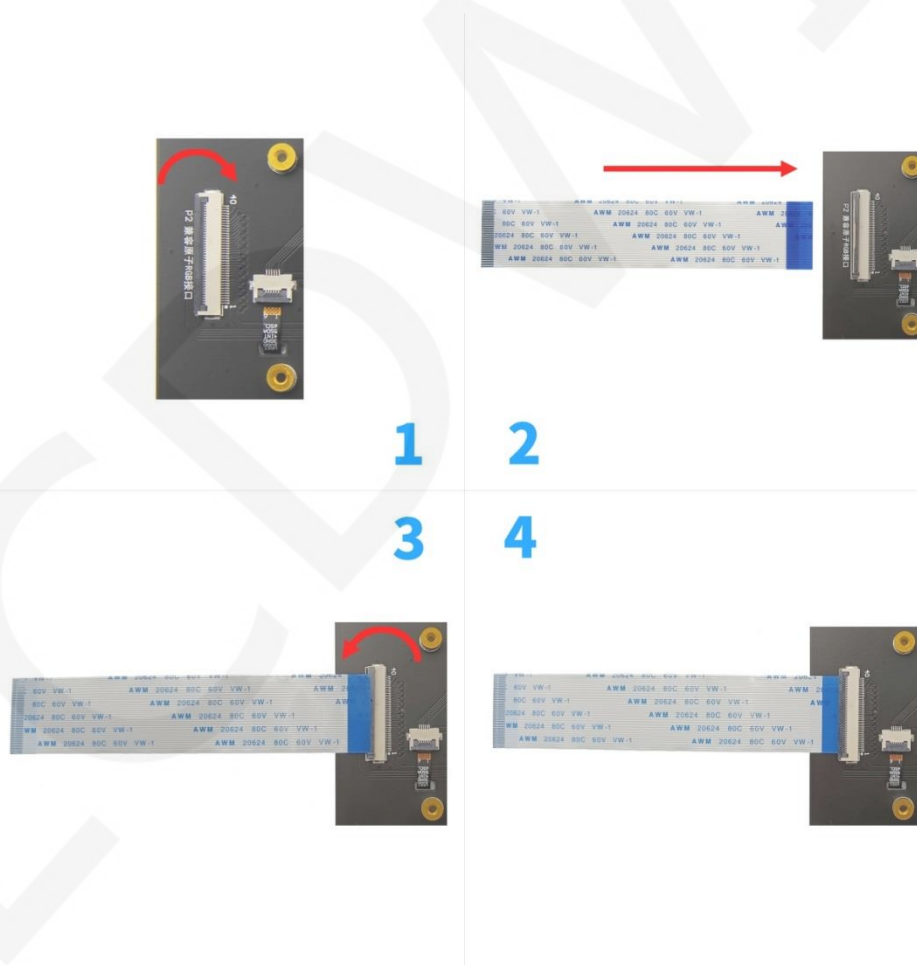
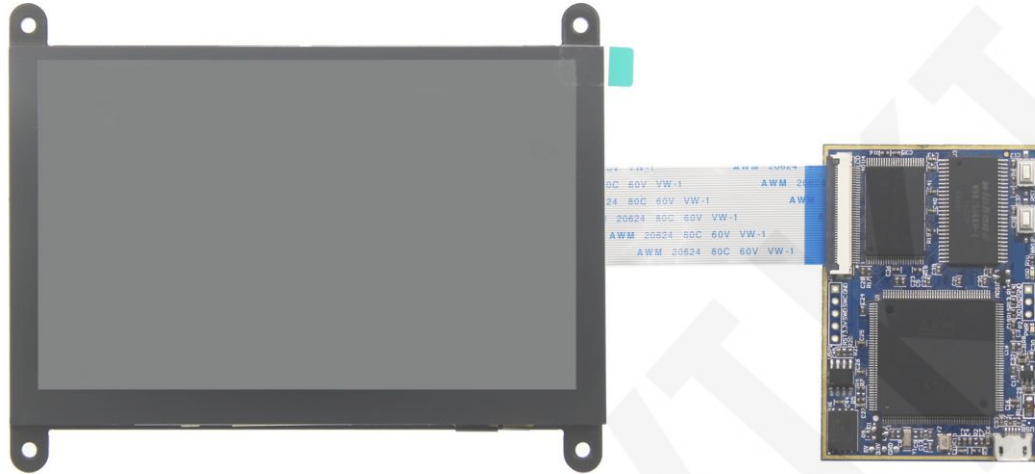

图4. 连接RGB显示模块
图5. 连接原子核心开发板
- A、使用40pin软排线连接显示模块上的RGB接口。其中P2接口兼容正点原子开发板，P3接口兼容野火开发板（如图4所示，图中是以连接P2接口为例，P3接口的连接方法和这一致）。
B、显示模块连接成功后，再将软排线的另一端连接开发板（如图4和图5所示）。需要注意的是要确保排线不要插反，让显示模块接口的1~40脚和开发板接口的1~40脚一一对应连接起来。